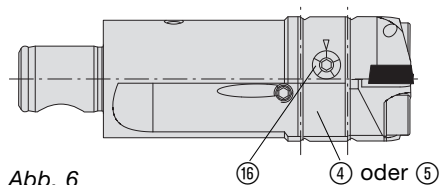

Abb. 6
1. Die Zylinderschraube ⑮ des zu verstellenden Plattenhalters lösen und wieder leicht anlegen.
2. Schneide durch Drehen der Skala ④ auf Durchmesser einstellen. Ein Teilstrich auf der Skala entspricht einer Durchmesserstellung von 0,1 mm. Eine Drehung im Uhrzeigersinn bewirkt eine Zustellung im Durchmesser (Abb. 6).
## 5.3 Flexible Aufbohr-Plattform mit Funktionsmodul zentrisch verstellbar (ZV) (Abb. 6/7/8/9)
1. Bei beiden Plattenhaltern die Zylinderschraube ⑮ lösen und wieder leicht anlegen.
2. Schneide durch Drehen der Skala ⑮ (Abb. 6) auf Durchmesser einstellen. Ein Teilstrich auf der Skala entspricht einer Durchmesser­verstellung von 0,1 mm. Eine Drehung im Uhrzeigersinn bewirkt eine Zustellung im Durchmesser.